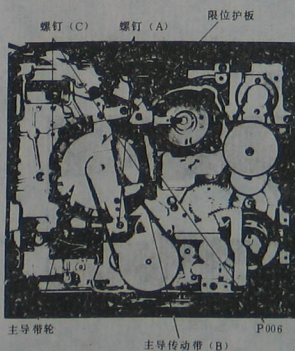

图 1-46 限位护板、主导带和主导带轮的位置
1) 拆卸下顶盖、底板、前面板、护罩板和磁带盒仓, 将录像机翻倒过来, 使底部朝上。然后, 打开操作器电路板、主电路板和磁头放大器/亮度 (2) 电路板。
2) 参看图 1-46, 旋出两个螺钉 (A) 并拆卸下限位护板。然后, 取下主导传动带 (B), 并断开接线器 P006。
3) 参看图 1-46, 拆卸下主导带轮并旋出两个螺钉 (C), 再拆卸下主导轴电机的定子组件。